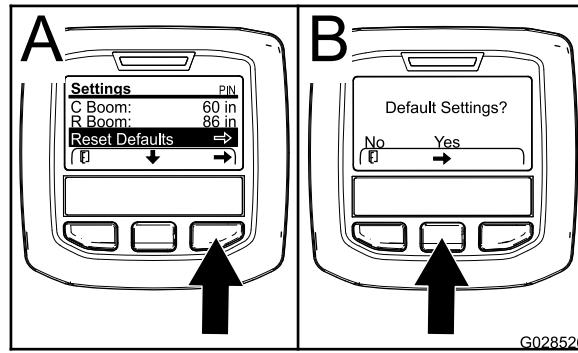

Figura 75
- Carregue no botão de seleção central para navegar para a introdução da reposição da predefinição (Figura 75).
- No ecrã de predefinições, pressione o botão de seleção esquerdo para NÃO e o botão de seleção direito para SIM (Figura 75).